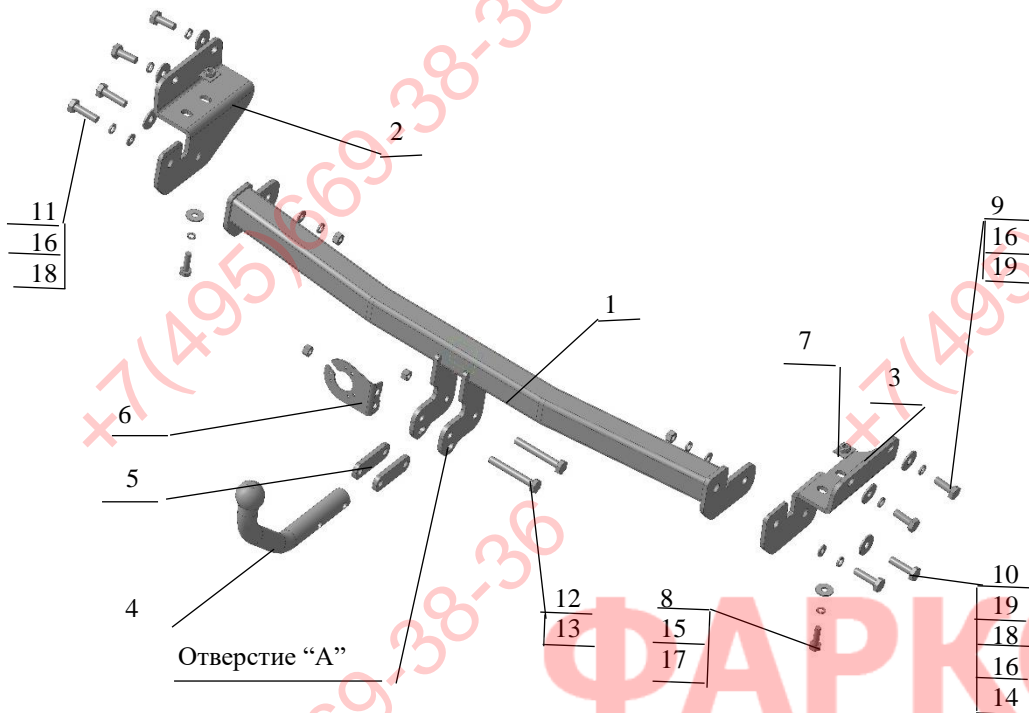

Рис.1 Тягово-сцепное устройство 7243.
2.1 ТСУ 7243 в сборе (рис.1)	1 шт.
2.2 Пакет с комплектующими (см. рис.1) Защитный колпак	1 шт. 1 шт.
- 4.3 Закрепить левый и правый боковые съемные кронштейны (соответственно рис.1) к боковым внешним полкам лонжеронов (используя гайки приварные штатные) и к нижним полкам- вставив в лонжероны пластины с гайкой М10. Крепеж не затягивать.
- 4.4 Установить балку ТСУ, закрепив ее к боковым кронштейнам (соответственно рис.1). Крепеж не затягивать.